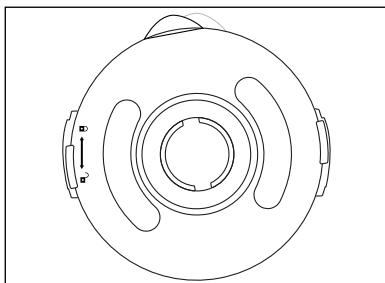

Abb.1
- 1) Drehen Sie den Mixaufsatz ③ gegen den Uhrzeigersinn, bis der Griff des Mixaufsatzes über der Position ↖ steht. Nehmen Sie den Mixaufsatz ③ gerade nach oben vom Motorblock ⑥ ab.
- 2) Entfernen Sie den Deckel ②, indem Sie ihn so weit gegen den Uhrzeigersinn Richtung Position ↗ drehen (siehe Abb. 1), bis Sie ihn nach oben abziehen können.
- Nehmen Sie den Mixaufsatz 3 vom Motorblock 6. Entfernen Sie für eine bessere Standfestigkeit den Deckel 2, indem Sie ihn so weit gegen den Uhrzeigersinn Richtung Position ↗ drehen (siehe Abb. 1), bis Sie ihn nach oben abziehen können.